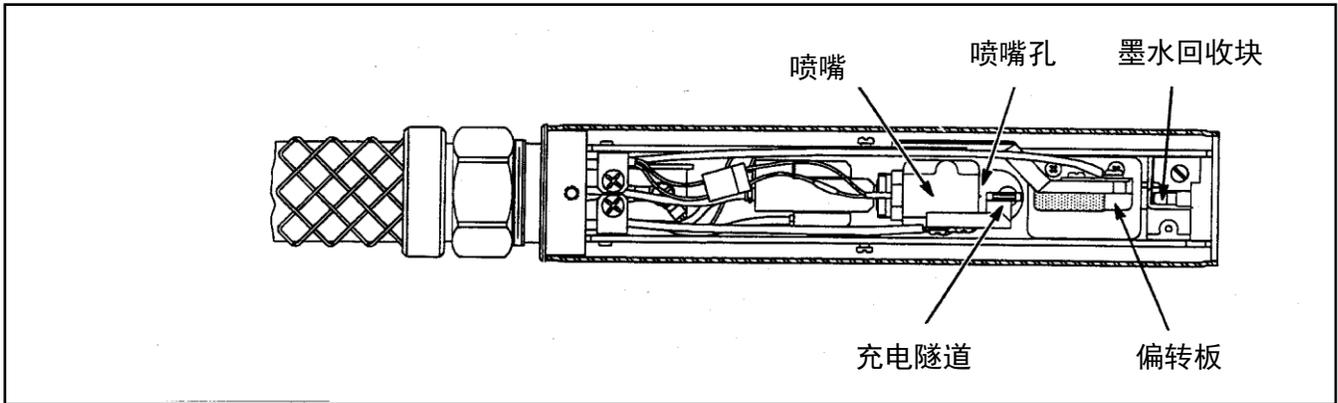

图 6-6. 喷头组件标识
5. 目测检查喷头组件。检查是否有异物和墨水，它们通常积聚在喷嘴口（位于喷嘴前面）、充电隧道、偏转板和墨水回收块上。参见图 6-6 查看每个组件的位置。